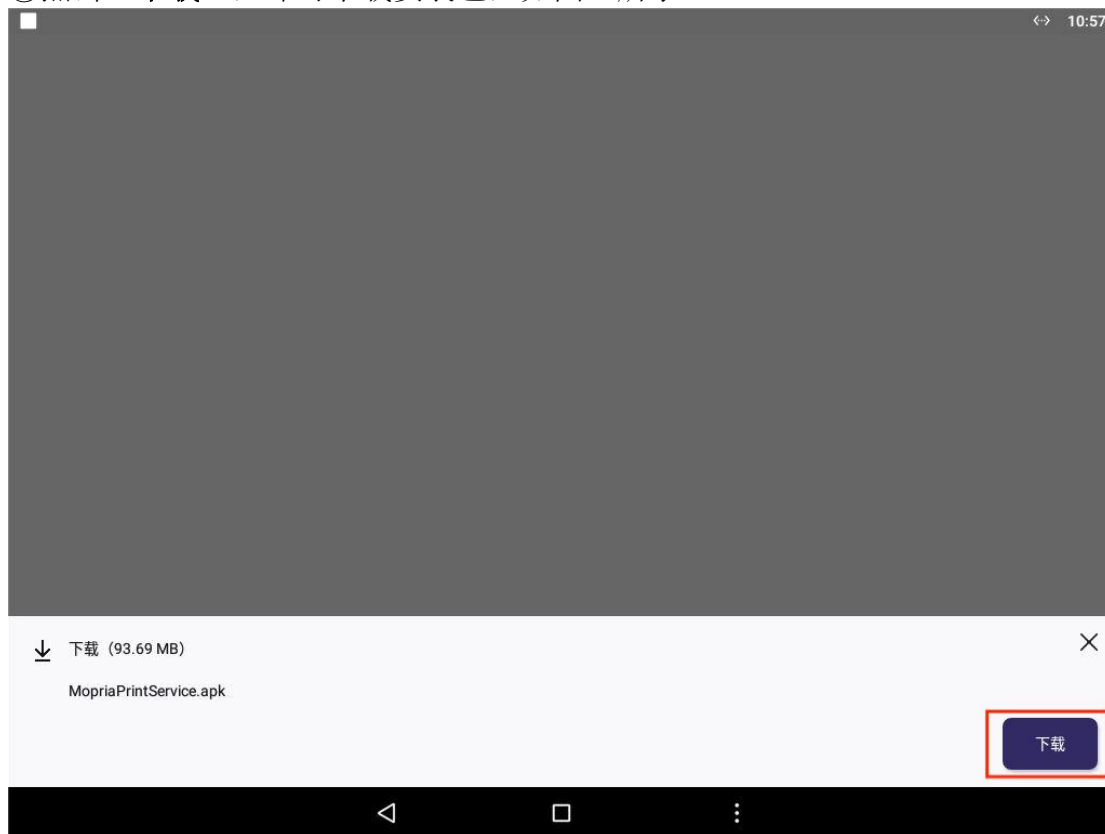
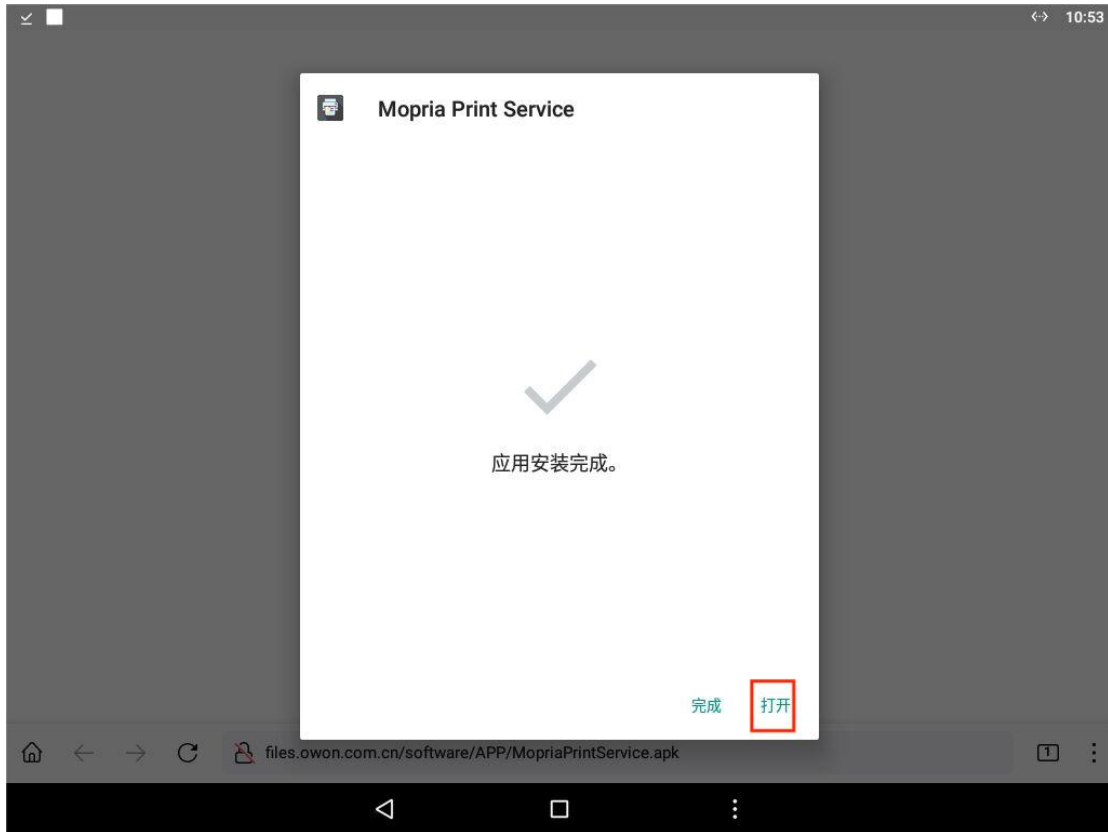

图 1
图 5
2、在官网界面下安装打印 APP，操作如图 1~ 图 5 所示。
①点击“下载”，即可下载安装包，如图 1 所示。
⑤安装后完成，点击打开，则可以打开软件。如图 5 所示。